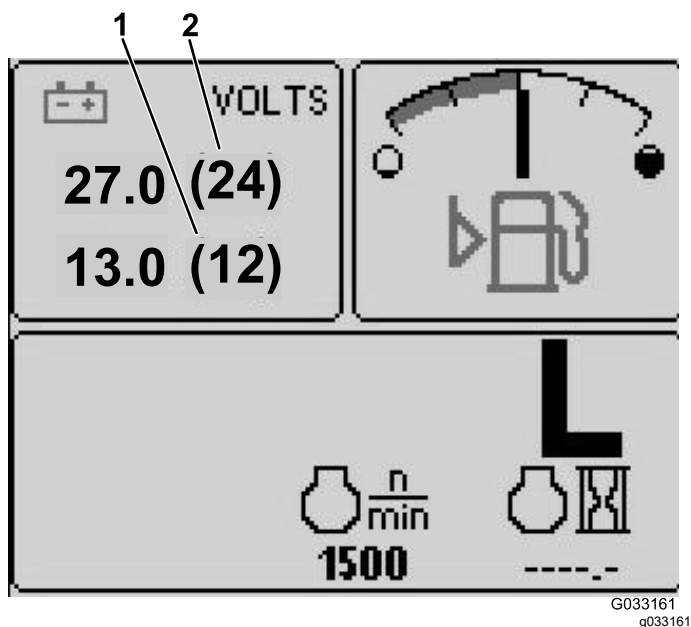

Figura 4
- Indicador da tensão da bateria 12 V – ecrã superior esquerdo (Figura 4)
- Indicador da tensão da bateria 24 V – ecrã superior esquerdo (Figura 4)
Este mostrador mostra a tensão da bateria 12 V e 24 V (Figura 4).